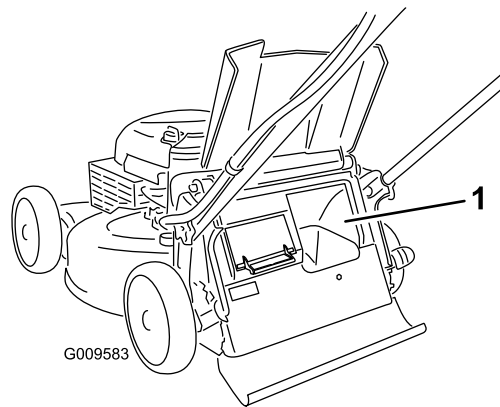

Рисунок 22
**Внимание:** Для обеспечения надлежащей работы, прежде чем передвигать рычаг включения сбора в мешок из одного положения в другое, заглушите двигатель, дождитесь остановки всех движущихся частей и затем удалите всю скошенную траву и мусор из дверцы для сбора в мешок и прилегающего проема (Рисунок 22).